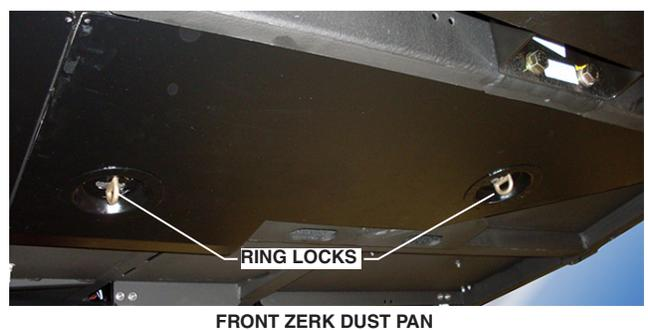

Figure A6 - Dust Pans Beneath Vehicle
2. Desserrer la bague de blocage qui retient chaque pare-poussière au châssis du véhicule. Voir Figure A6.